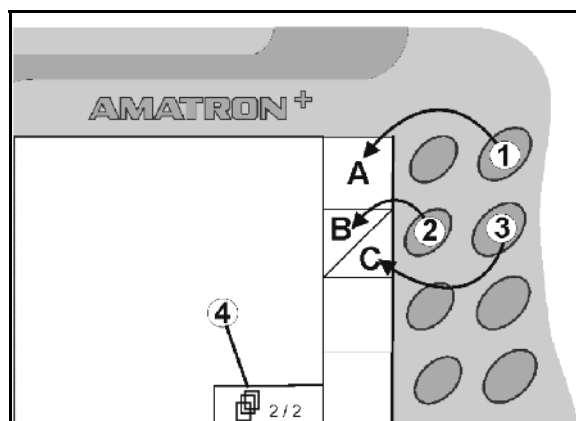

Рис. 10
- Для отображаемых на дисплее квадратных полей предназначена только правая кнопка (Рис. 10//1) функционального поля (Рис. 10/A).
- то левая кнопка (Рис. 10/2) относится к верхней левой части (Рис. 10//B) функционального поля.
- то правая кнопка (Рис. 10/3) относится к нижней правой части (Рис. 10/C) функционального поля.